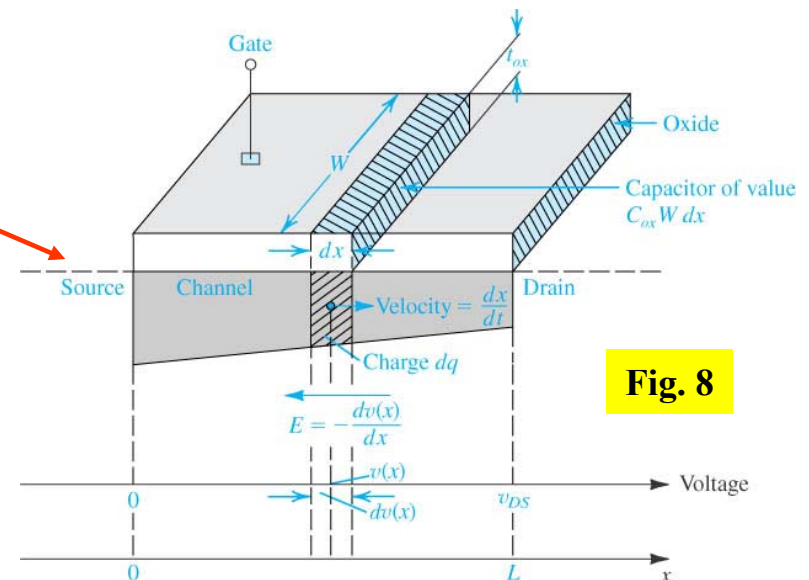

Fig. 8
- O canal nestas circunstâncias tem a forma ilustrada na Fig. 8.